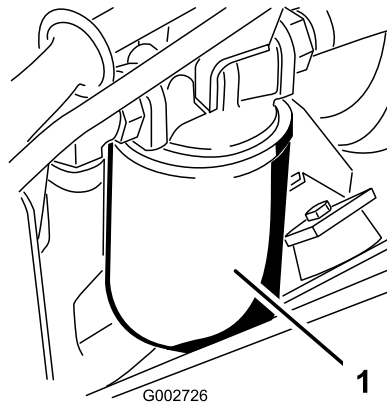

Figura 45
4. Coloque un recipiente debajo del filtro hidráulico, que está situado en el lado izquierdo de la máquina (Figura 45).
7. Instale el nuevo filtro hidráulico (Figura 45) girándolo a mano hasta que la junta entre en contacto con el cabezal del filtro y, a continuación, apriete el filtro 3/4 de vuelta más.